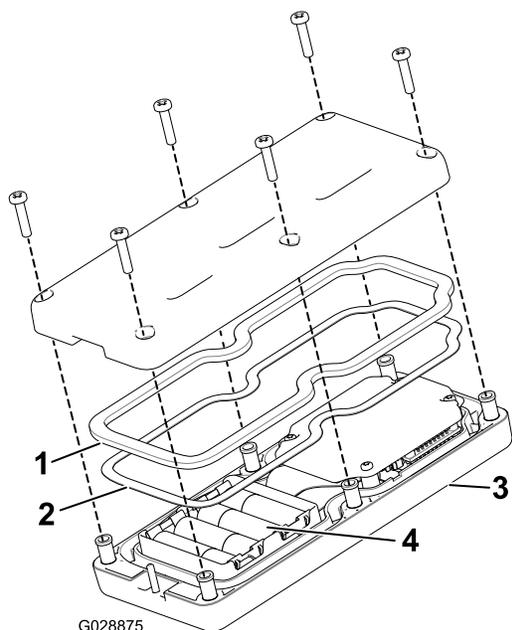

Bild 42
3. Nehmen Sie die sechs Schrauben aus der Rückseite der Fernbedienung heraus und nehmen Sie die Abdeckung ab (Bild 42).
- Legen Sie die Batterien in das Batteriefach ein und achten Sie auf die richtige Polarität. Das Fach hat Polaritätsmarkierungen für jeden Anschluss (Bild 42).
- Wenn Sie die Gummidichtung und die Stahldichtung aus Versehen entfernen, setzen Sie sie vorsichtig in den Kanal in der Handfernbedienung ein (Bild 42).
- Setzen Sie die Abdeckung auf und befestigen sie mit den sechs vorher entfernten Schrauben (Bild 42) und ziehen sie mit 1,5-1,7 N·m an.